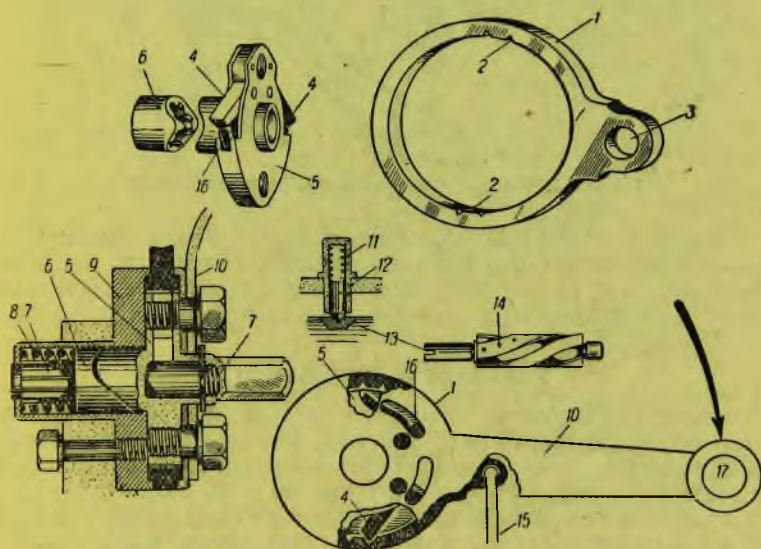

Рис. 203. Ножное управление коробкой передач ИЖ-8
Конструктивно ножное управление осуществляется следующим образом (рис. 203): при нажатии педали (17) ногой поворачивается обойма (1) собачкой (4), что вызывает поворот винтового валика, а следовательно, и перемещение каретки в соответствующее положение. После возвращения педали в исходное положение и после-